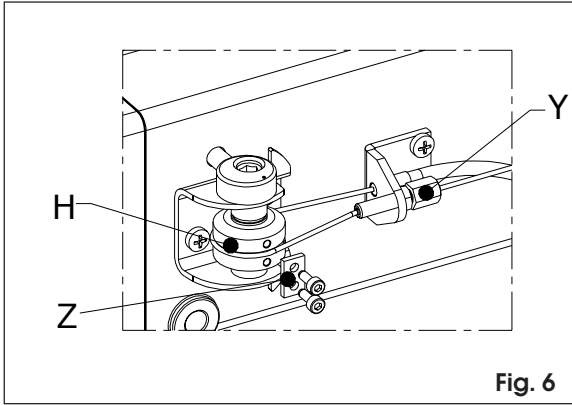

Fig. 6
- 10) Inserire il cavo **T** nel canalino del disco **H**, arrotolarlo intorno ad esso e farlo passare sotto il piattino **Z**, come in Fig. 6.
- 10) Insert cable **T** into its seat on disc **H**, wind it around the disc and thread it under the cover **Z** as shown in Fig. 6.
- 10) Engager le câble T dans la gorge du disque H, l'enrouler sur ce dernier et le faire passer sous la plaquette de retenue Z, comme indiqué en Fig.6.
- 10) Pasar el cable T por la ranura del disco H, enrollarlo en torno a éste y pasarlo bajo la guía Z (Fig. 6).
- 10) Kabel T in die Rille von Scheibe H einfädeln, um die Scheibe rollen und gem. Abb. 6 unter die Platte Z hindurchführen.